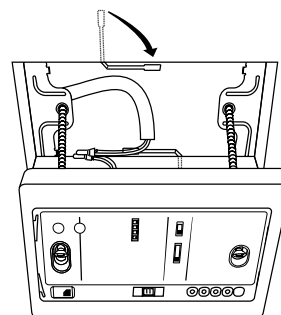

Fig. 3-28
7. Remplacez les parties (A) et (B) à travers l'espace situé entre le plafond et le récepteur de sorte qu'elles tiennent dans les ouvertures. Ensuite, serrez les vis sans trop forcer. Cela risquerait d'endommager ou de déformer le boîtier. Serrez de façon à pouvoir encore bouger légèrement le récepteur manuellement. (Fig. 3-28)